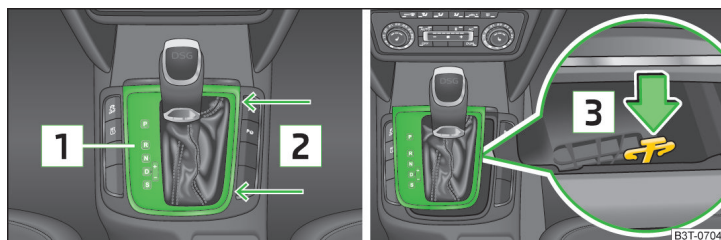

Fig. 195 Desbloqueo de emergencia de la palanca selectora
- Coger la cubierta [1] en la zona de las flechas [2] » fig. 195 y tirar con cuidado de ésta hacia arriba.